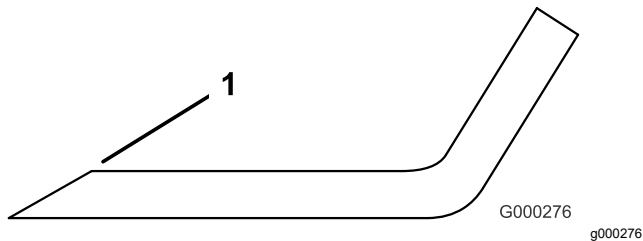

Figura 76
1. Utilice una lima para afilar el filo de corte en ambos extremos de la cuchilla (Figura 76).
Nota: Si la cuchilla no está equilibrada, rebaje algo del metal en la parte de la vela solamente con una lima (Figura 76).